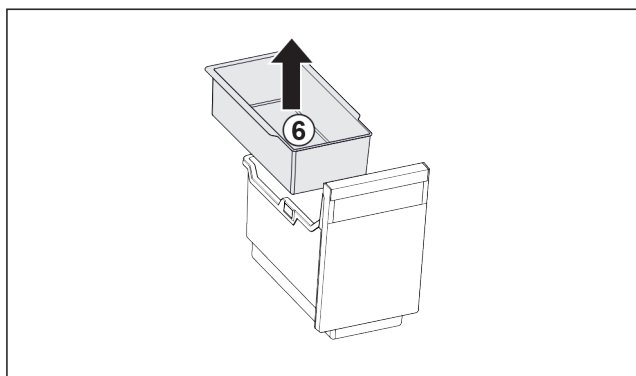

Fig. 26
- Retirer le Fig. 26 (6) balconnet pour glaçons.